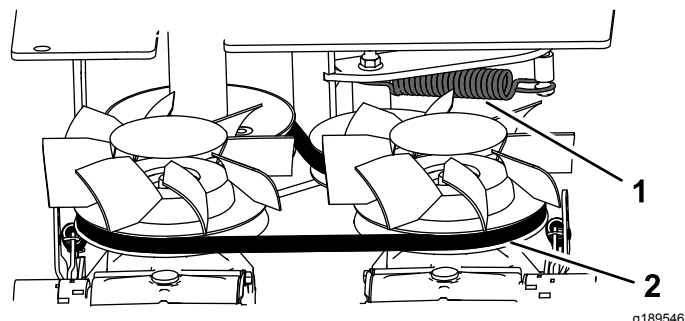

Figure 38
4. Contrôlez la courroie (Figure 38). Remplacez la courroie si elle est usée; voir (page).
6. Déposez le ressort d'extension (Figure 38).
11. Montez le ressort d'extension (Figure 38).